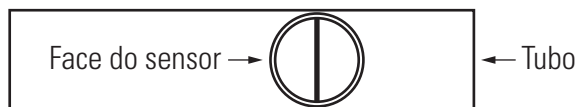

Figura 5-1-2: Posicionamento correto do sensor contra uma superfície cilíndrica de diâmetro reduzido
- Para um acoplamento adequado do sensor, pressione firmemente o sensor contra a superfície de teste. Em superfícies cilíndricas de diâmetro reduzido, como tubos, segure o sensor de forma que a linha de divisão na face do sensor esteja alinhada perpendicularmente ao eixo central do tubo (conforme a **Figura 5-1-2**).